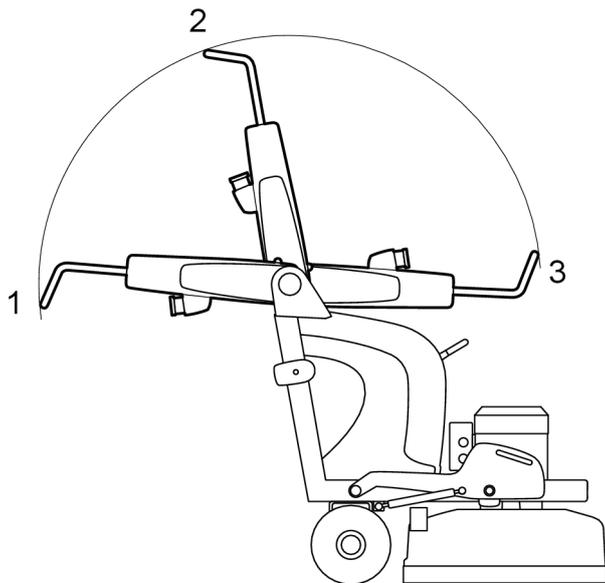

Figure 4-2. Positions de la poignée.
1. Rabattez la poignée en arrière, voir Figure 4-2, page 17.
4. Réglez la poignée à la hauteur de travail, voir Figure 4-2, page 17.